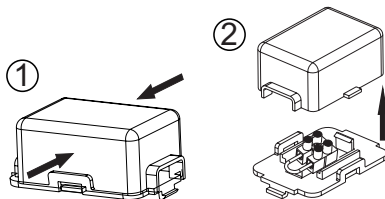

Abb. 3.2: Anschluss Fensterkippschalter
In der Motorbox ist in einer kleinen schwarzen Box (⇨ Abb. 3 ⑤) eine Lüsterklemme mit eingesetzter Kabelbrücke installiert (⇨ Abb. 3.2). Öffnen Sie die Box indem Sie den Deckel an den langen Seiten zusammendrücken ① und abnehmen ②.